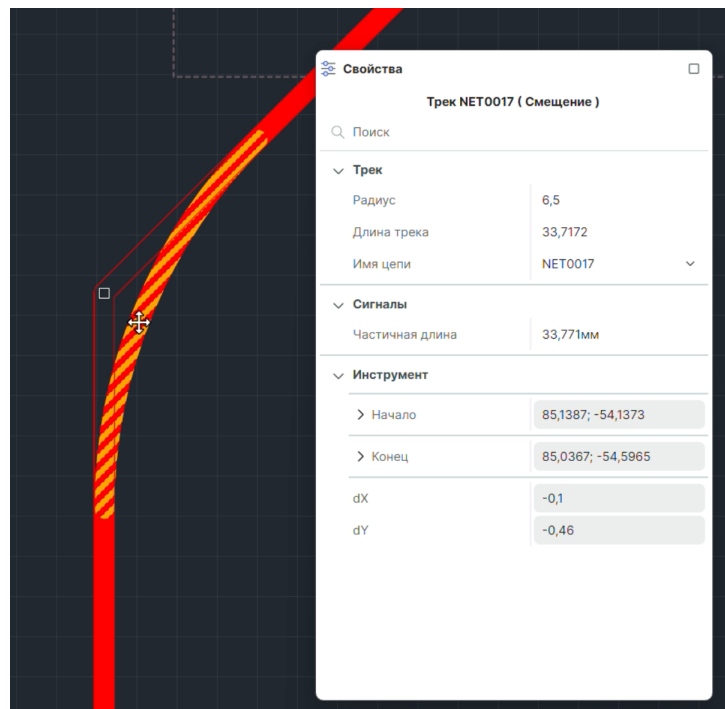

Рис. 290 Изменение скругления
2. Не активируя инструмент скругления, начните перемещать курсор сжатой левой кнопкой мыши, см. Рис. 290.